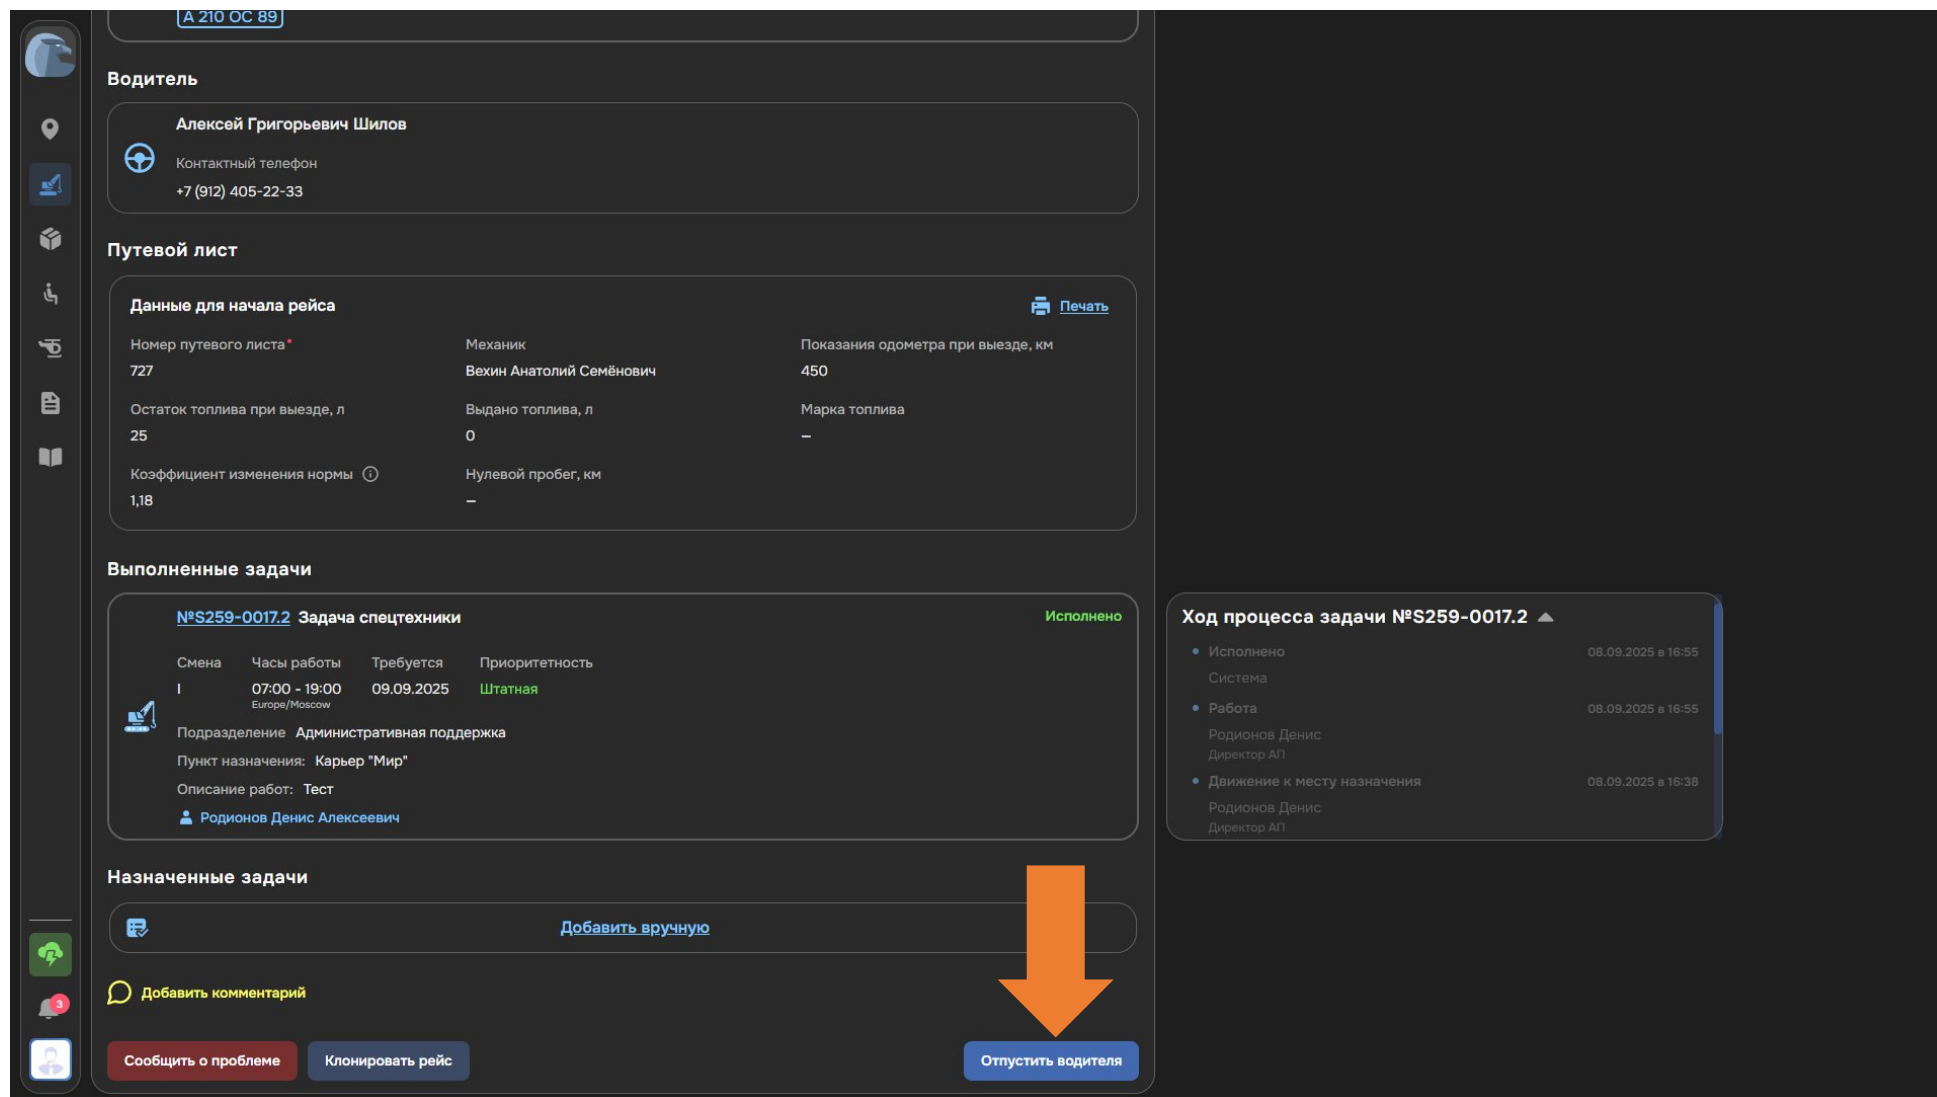

Рисунок 65. Возможностью отпустить водителя
4. Нажмите кнопку «Отпустить водителя» (см. Рисунок 65).